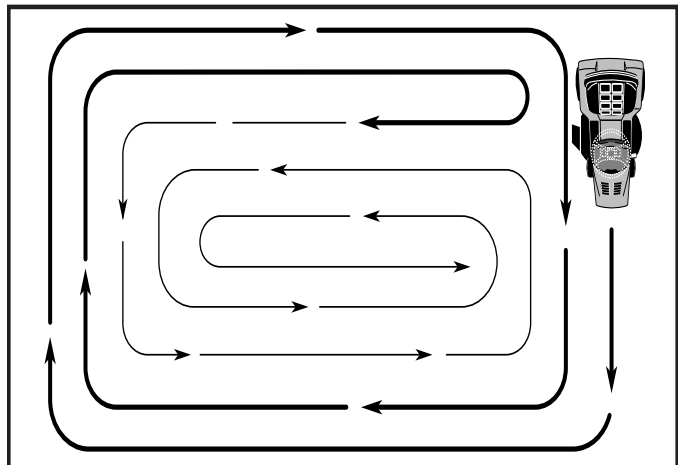

Fig. 12
- Pour tondre une grande surface, on vous conseille de commencer par tourner à droite, de façon à ce que l'herbe ne soit pas déversée sur les arbustes, les clôtures, les allées, etc. Après un ou deux tours, tondez en sens inverse en tournant à gauche jusqu'à ce que le travail soit achevé (Voir la Fig. 12).